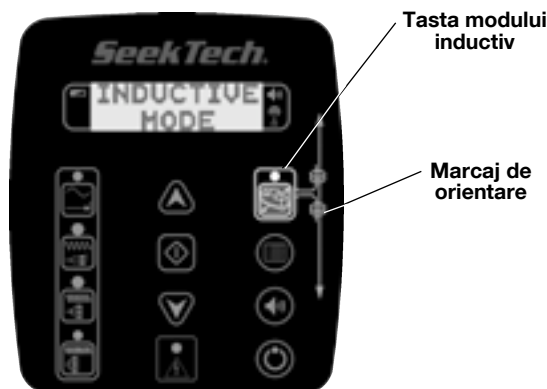

Figura 14 - Tasta modulului inductiv
- Apăsați butonul de PORNIRE/OPRIRE ALIMENTARE de pe tastatură pentru a PORNI emițătorul. Când se activează alimentarea, emițătorul va scoate sunete ascendente. Apăsați tasta modulului inductiv. Ecranul va afișa mesajul „INDUCTIVE MODE” (Mod inductiv). (Consultați Figura 14.) Emițătorul va scoate un bâzâit scurt atunci când comută pe modul inductiv. După aceasta, va emite câte două sunete în timpul funcționării în modul inductiv. Dacă doriți, puteți opri sunetele apăsând tasta pentru sunet (consultați Figura 4).